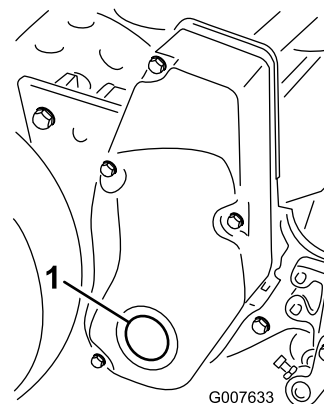

Figura 57
1. Retire a vela na cobertura da transmissão do cilindro direito (Figura 57).